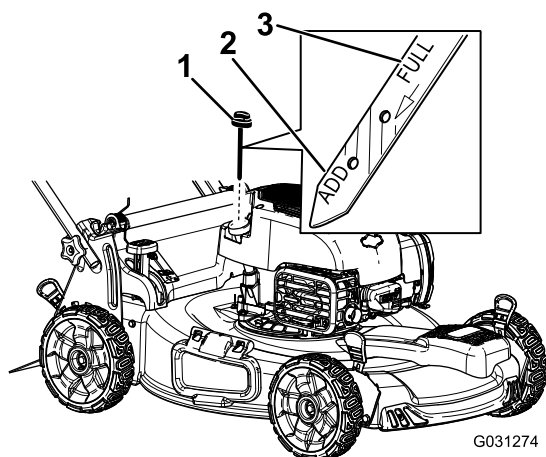

Figure 7
2. Retirez la jauge (Figure 7).
3. Versez de l'huile lentement dans le goulot de remplissage pour faire monter le niveau de liquide jusqu'au repère du plein (Full) sur la jauge (Figure 7). **Ne remplissez pas excessivement.**